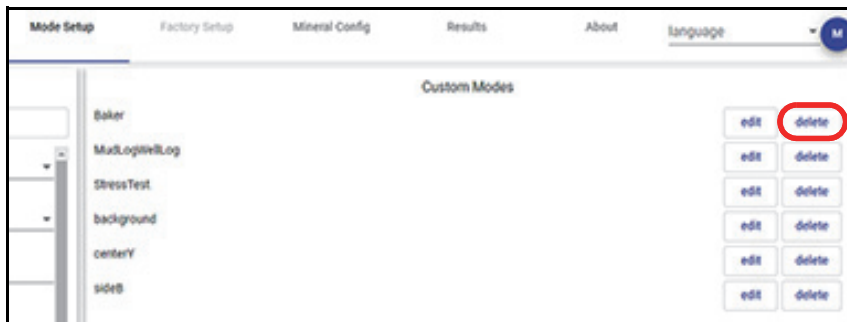

Рис. 5-16 Кнопки Delete (Удалить)
- ◆ Щелкните кнопку **Delete** (см. Рис. 5-16 на стр. 87).